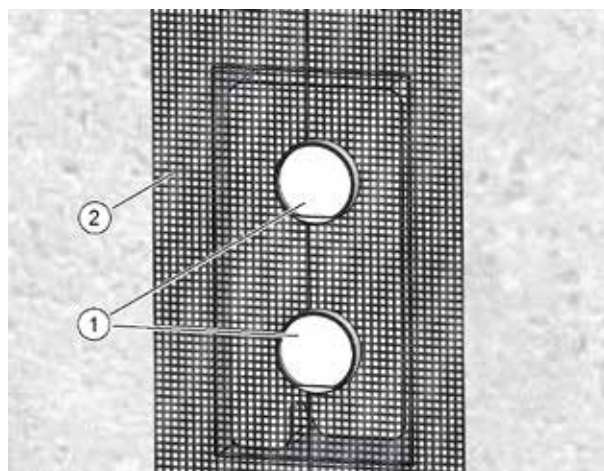
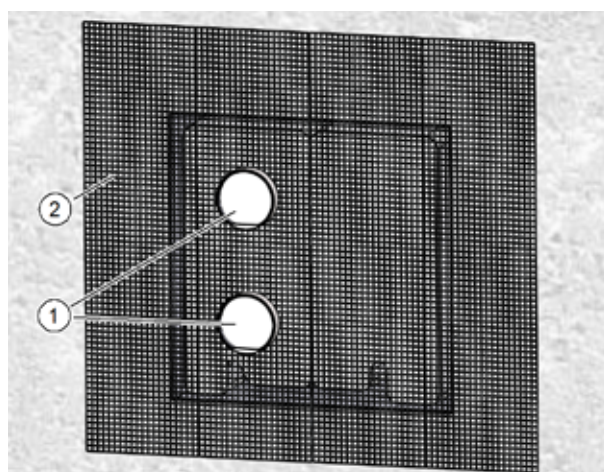

Fig. 24: Intonacatura della cassetta a muro **senza** elemento di riempimento
Fig. 25: Intonacatura della cassetta a muro **con** elemento di riempimento
- ▶ Inserire le guaine di protezione dell'intonaco (pos. 1 nella Fig. 24 e Fig. 25). Devono sporgere dalla parete massiccia in modo da essere a livello con la successiva intonacatura. Le guaine di protezione dell'intonaco costituiscono la superficie d'intonacatura per l'intonaco esterno.
- ▶ Applicare la rete porta intonaco (pos. 2 nella Fig. 24 e Fig. 25) alla cassetta a muro esternamente, ai muri o all'isolamento della facciata.